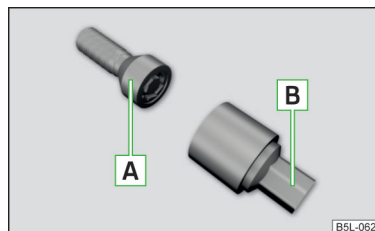

Fig. 173
Șuruburile de roată antifurt protejează roțile față de un furt. Acestea pot fi **slăbite/strânse** numai cu adaptorul  » fig. 173.
- Introduceți adaptorul  » fig. 173 în șurubul de roată antifurt , până la capăt.
- ▶ Introduceți cheia de roți pe șurub până la capăt. Utilizați pentru șuruburile de roată antifurt adaptorul corespunzător » fig. 173 la pagina 165.